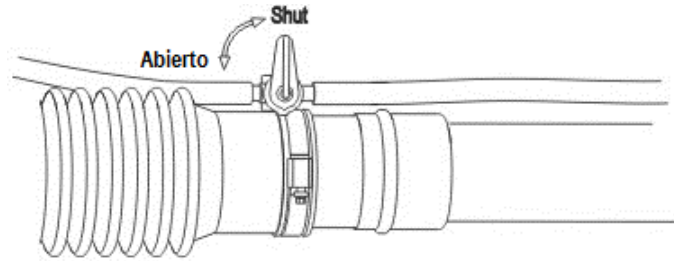

Fig.8
- 1) Durante la operación de pulverización, mientras se adicionen productos químicos, el interruptor debe estar cerrado, ver fig. 8. Durante la operación con polvos, la válvula de polvo y la palanca de la válvula de mariposa de combustible debe estar en la posición inferior, de lo contrario, el químico se saldrá.